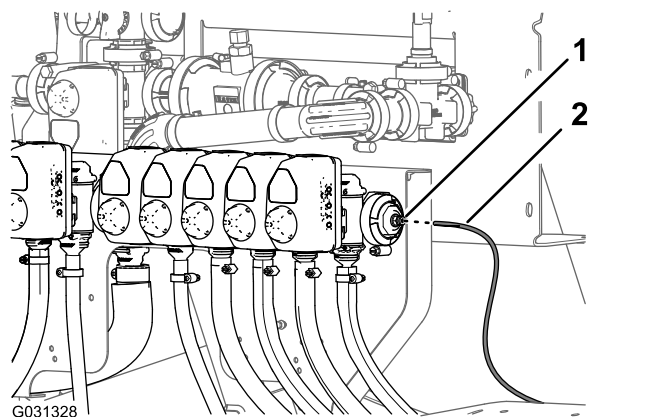

图 145
1. 将仪表板内压力计压力传感管塑料的末端与管子连接器的锁环对齐图 145。
2. 将传感管插入锁环直至管子完全入位图 145。